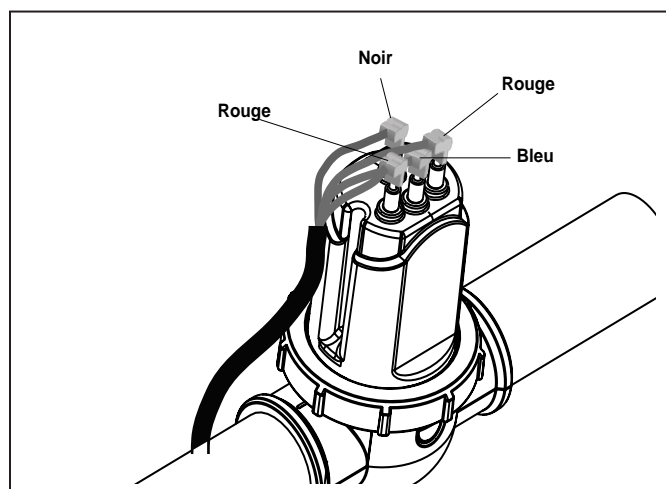

Figure 15. Connecter les fils de sortie de la cellule
- 15 Fixer fermement les fils de sortie de la cellule aux bornes des mêmes couleurs (Voir Figure 15).